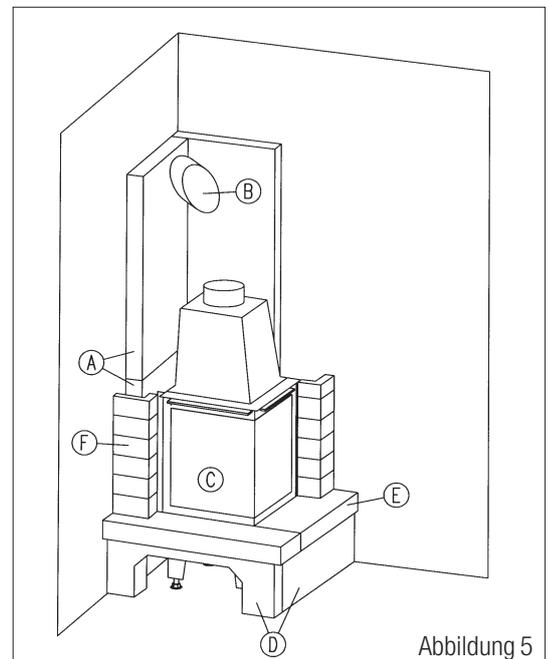

Abbildung 5
7.1 Nun werden die Seitenteile zunächst an den dafür vorgesehenen Stellen trocken aufgesetzt. Achten sie darauf, dass zwischen den Seitenteilen und dem Rahmen des Wärmeerzeugers eine Fuge (ca. 2 mm) verbleibt, so dass sich der Wärmeerzeuger ausdehnen kann ohne die Seitenteile zu beschädigen. Unter Umständen ist es erforderlich, den Heizeinsatz noch etwas zu verrücken. (Abb. 5)